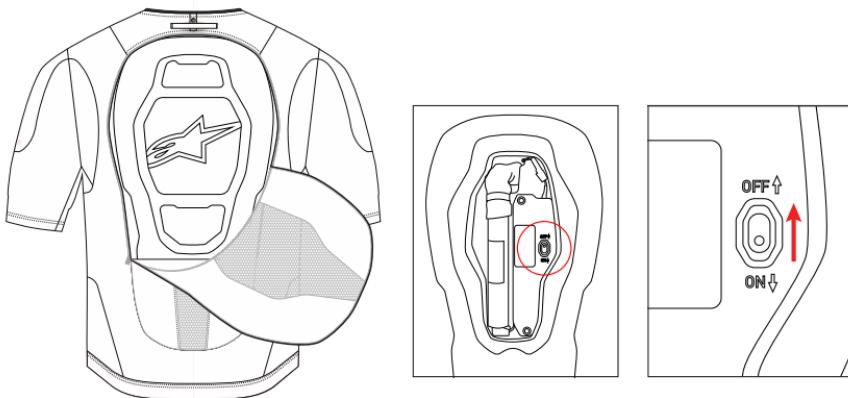

Figure 3 : Unité de contrôle de l'airbag et interrupteur de mode expédition
Pour accéder à la protection dorsale, ouvrir la fermeture à glissière située à l'arrière du système. Une fois ouverte, l'utilisateur peut facilement accéder aux composants de l'unité de contrôle de l'airbag en ouvrant le couvercle arrière, en le soulevant et en détachant la fermeture velcro. Une fois le couvercle retiré, l'utilisateur doit mettre le système en mode expédition en plaçant le commutateur de mode expédition (5) en position OFF, comme le montre la figure 3.